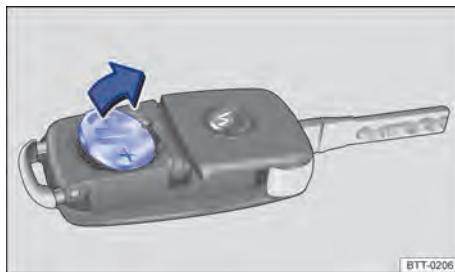

Fig. 25 Chave do veículo: remover a bateria.
- Remover a bateria do alojamento da bateria com uma ferramenta adequada \Rightarrow Fig. 25.
- Posicionar a nova bateria conforme indicado \Rightarrow Fig. 25 e pressionar no sentido contrário ao da seta para dentro de alojamento da bateria \Rightarrow ②.